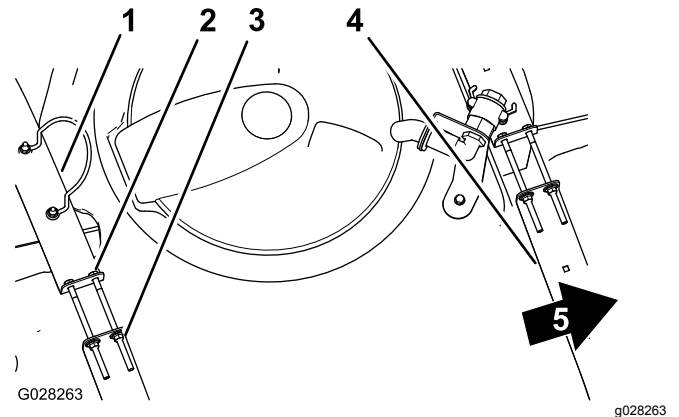

Figure 18
2. Assurez-vous qu'il n'y a pas de jeu entre les sangles de la cuve et la cuve (Figure 18).
3. Si les sangles de la cuve ne sont pas assez serrées, resserrez les contre-écrous à embase et les boulons en haut des sangles jusqu'à ce que ces dernières soient parfaitement en appui sur la surface de la cuve (Figure 18).